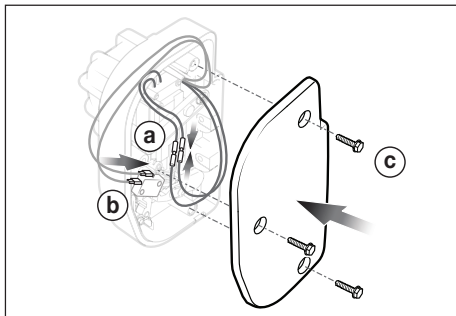

Figure 9. Brancher les fils du microrupteur et de l'actionneur
7. Raccorder les fils bleu et vert aux fils bleu et vert de l'actionneur dans la nouvelle dérivation VersaFlo, se reporter à la *Figure 9 (a)*.
8. Raccorder les deux fils roses au microrupteur de la nouvelle dérivation VersaFlo, se reporter à la *Figure 9 (b)*.
9. Fixer le couvercle de dérivation sur la nouvelle dérivation VersaFlo à l'aide des trois vis, se reporter à la *Figure 9 (c)*.